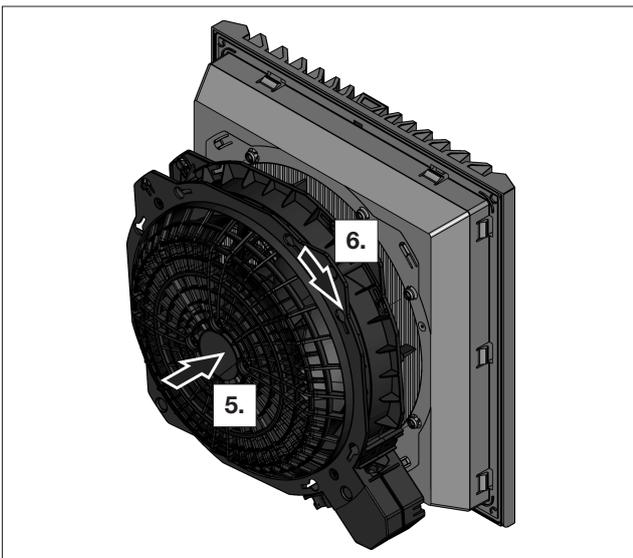

図17: バヨネットロックをロック
- ファンハウジングをフィルターケース上に戻してください(図17を参照)。